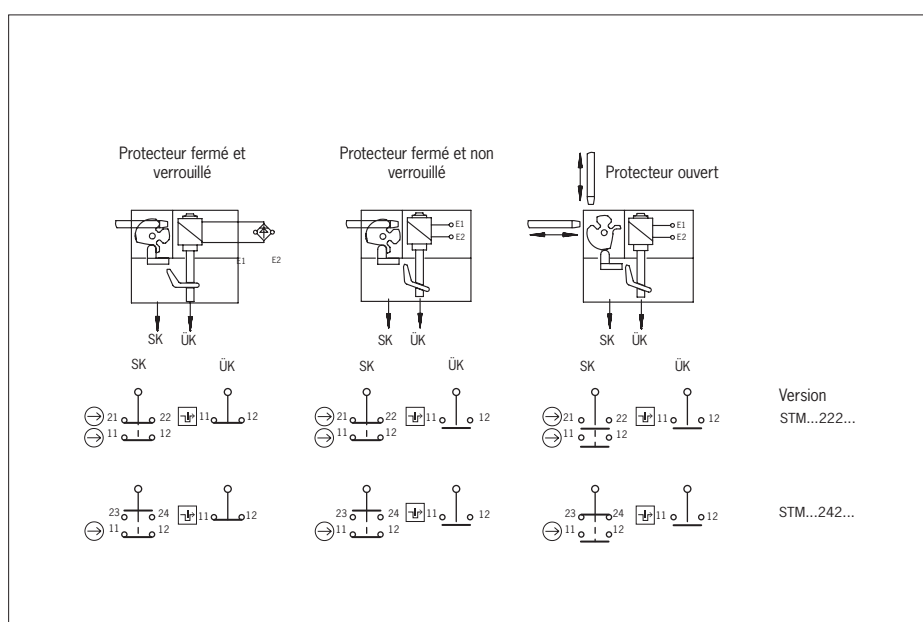

Fig. 4 : Éléments de commutation et fonctions de commutation
- Effectuer le raccordement et serrer les bornes au couple de 0,5 Nm (affectation des contacts, voir Fig. 4).